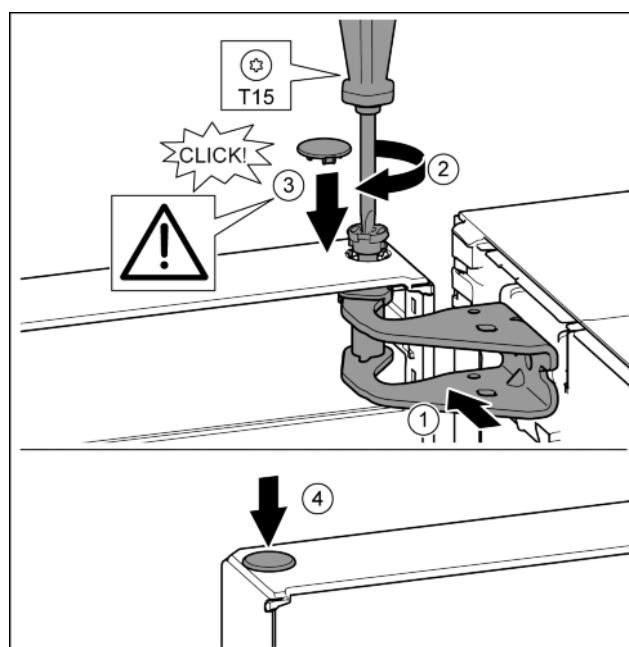

Fig. 15
- Дверь вверху выровнять по отверстию в опорном кронштейне. Fig. 15 (1)
- Вставить палец и затянуть отверткой T15. Fig. 15 (2)
- Установить предохранительную крышку для защиты двери: вставить предохранительную крышку и проверить, прилегает ли она к двери. В ином случае вставить палец полностью. Fig. 15 (3)
- Вставить заглушку. Fig. 15 (4)